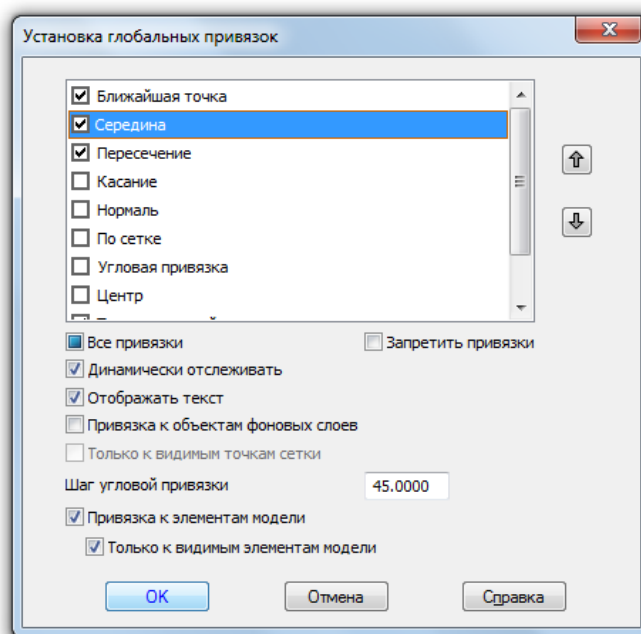

Рис. 13
- в диалоговом окне выберите привязку **Середина** и включите флажок (рис. 13), нажмите «**ОК**»;